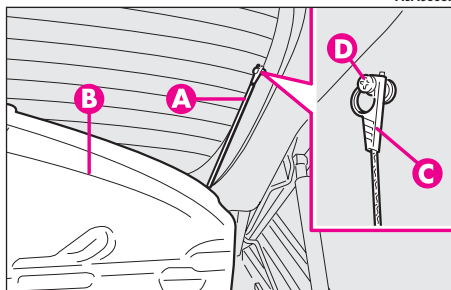

fig. 18
- dégager les extrémités des deux tirants (A-fig. 18) de support de la tablette (B) en sortant les œillets (C) des broches (D);